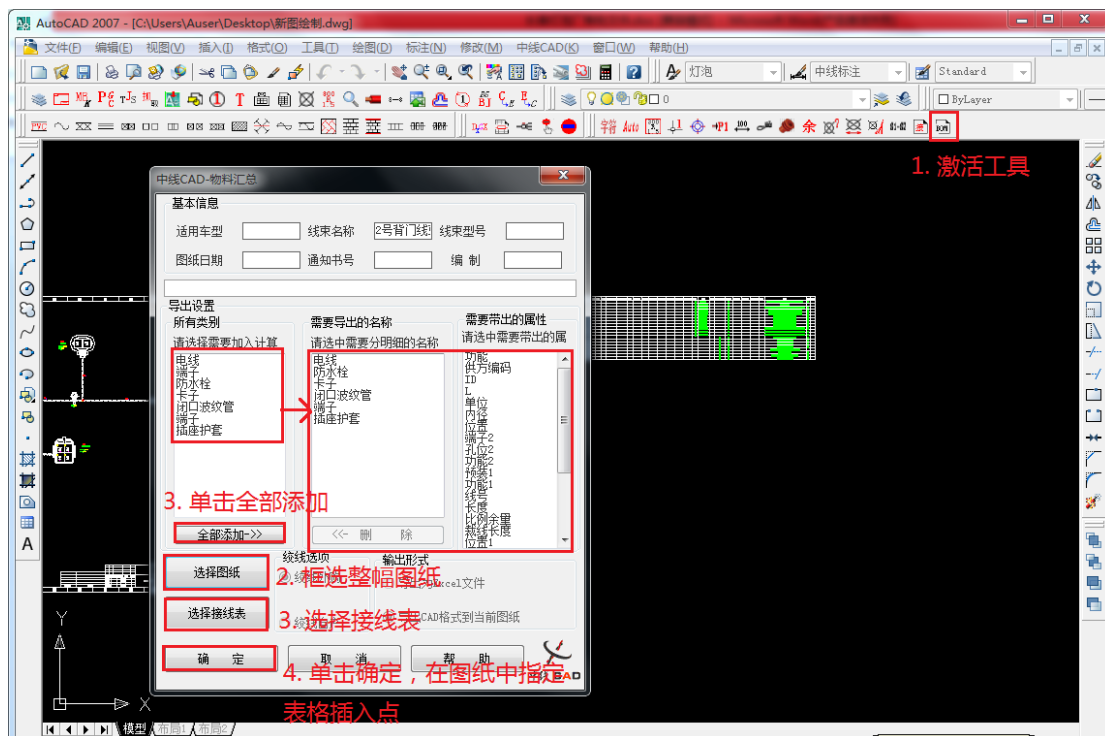

图 1-29
3. 在图纸中选择表格插入点，插入 BOM 表格，如图 1-29 所示。